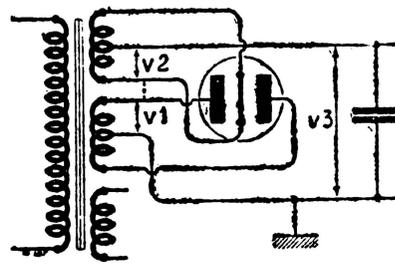

Fig. 2
Un manque d'isolant entre enroulements secondaires de chauffage de la valve et d'alimentation plaque est généralement la cause d'un échauffement exagéré qui entraîne à la longue la destruction du transformateur. Examinons en effet la figure 2. Nous voyons que dans le cas d'un point commun entre les enroulements précités, le circuit haute tension se ferme sur le condensateur d'entrée par l'intermédiaire de la prise médiane du bobinage, chauffage filament de la valve. Si ce condensateur a une forte capacité, étant donné d'autre part la tension alternative qu'ainsi se trouve appliquée, on
2) Par un court-circuit à l'intérieur de la valve entre plaque et filament, ce qui engendre l'inconvénient que nous avons signalé plus haut et qui est illustré par la figure 2, c'est-à-dire, un courant de charge élevé du condensateur d'entrée, auquel, dans ces conditions, est directement appliquée, la haute tension alternative.